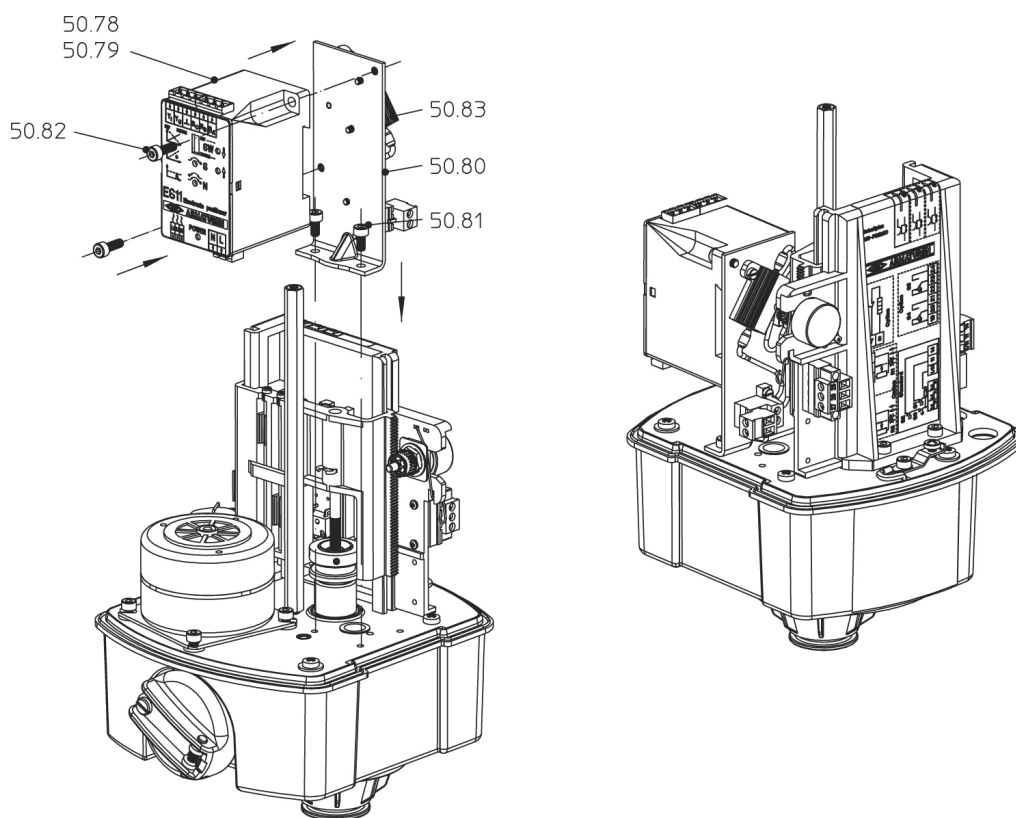

Рис. 17: Установка RI21 / ES11 / нагревателя ARI-PREMIO 2,2 - 5 кН
- Закрепите полностью собранный нагревательный узел (на крепежном уголке) с помощью прилагающихся винтов на специально предусмотренном для этого месте на крышке редуктора (Рис. 17).